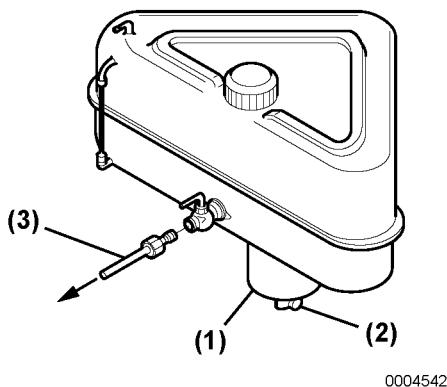

Figura 1
Monte uma torneira de drenagem (Figura 1, (2)) na parte de baixo do depósito de combustível, para remover a água e os contaminantes da câmara de sedimentação (Figura 1, (1)).